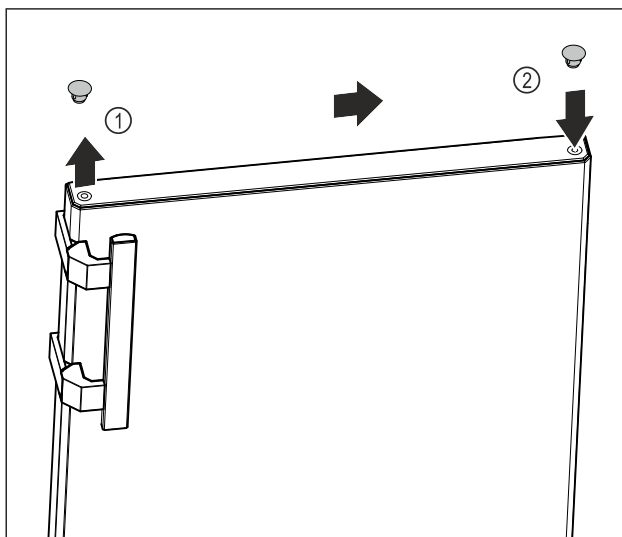

Fig. 16
- ▶ Podważyć ostrożnie zatyczkę osłonki na górze drzwi Fig. 16 (1) przy pomocy śrubokręta.
- ▶ Założyć zatyczkę osłonki po przeciwległej stronie. Fig. 16 (2)